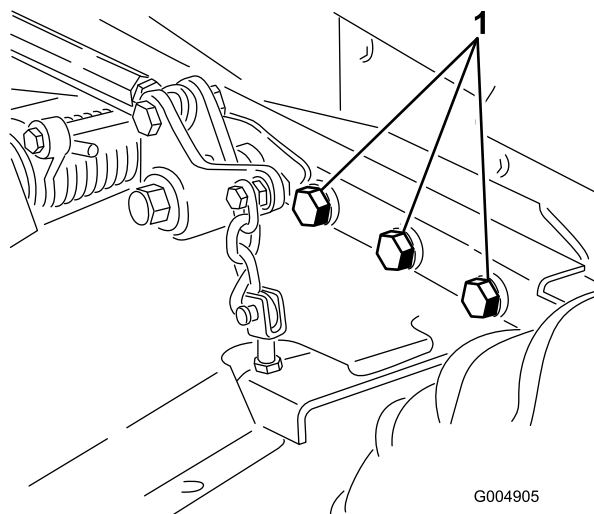

Figura 77
4. Compruebe que todos los herrajes están bien apretados; apriételos si es necesario. En particular, apriete los 6 pernos que fijan el bastidor de la carcasa de corte a la unidad de tracción (Figura 77) a 359 Nm.